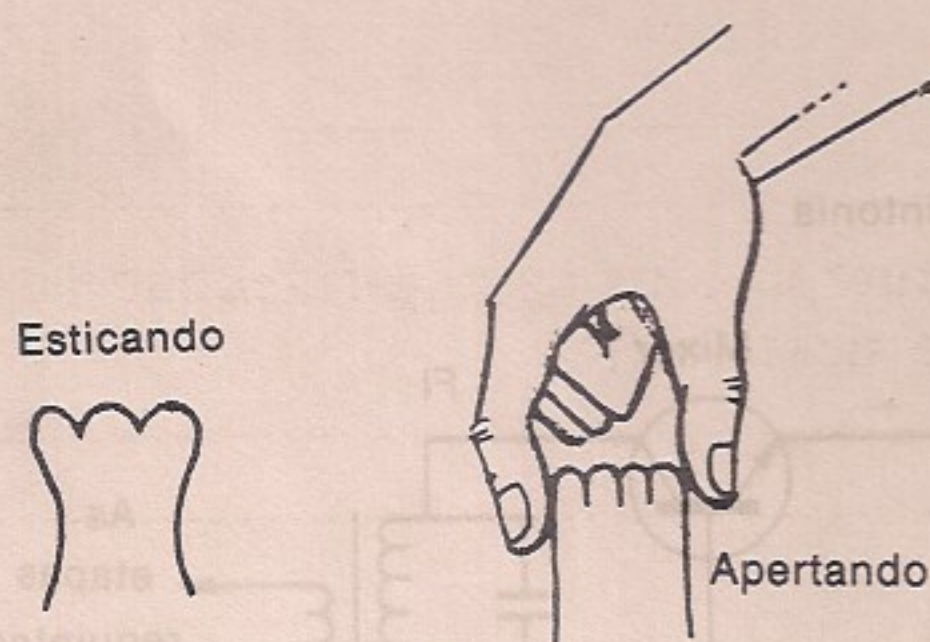

figura 4
a) Numa primeira tentativa, de pequeno deslocamento, em que podemos chegar a 120 MHz no extremo superior, bastará separar as espiras das bobinas, "esticando-as" conforme mostra a figura 4.